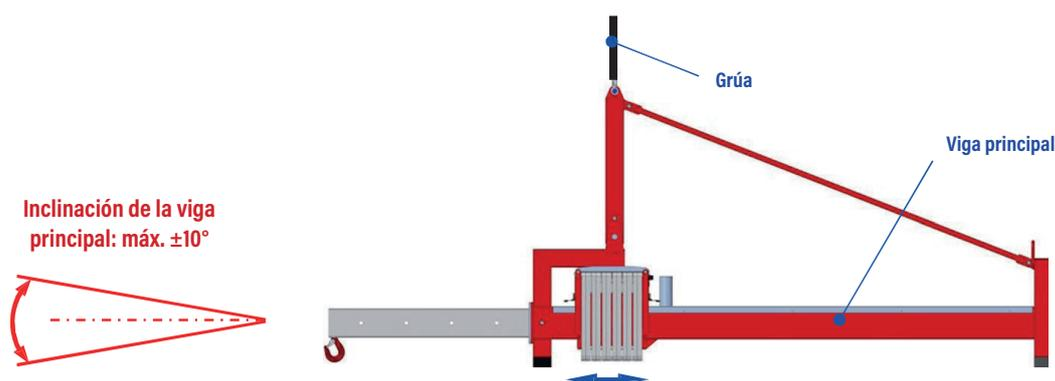

Fig. 10: Inclinación del equilibrador de contrapeso
- Carga de la batería El fabricante proporciona un cargador de batería de 24 V / 8 A - (ver fig. 10).